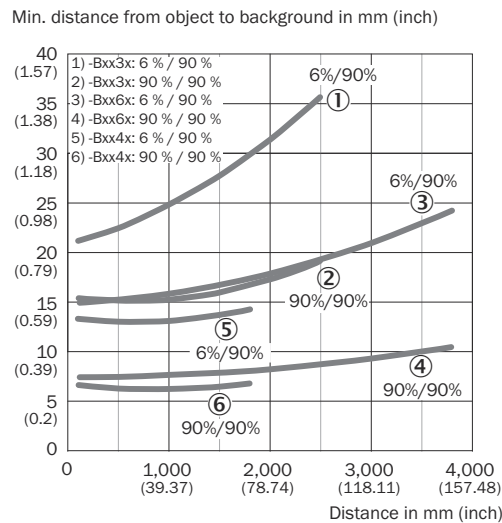

Abbildung 5: Kennlinie 1
Einsatzbedingungen prüfen: Schaltabstand und Distanz zum Objekt bzw. Hintergrund sowie Remissionsvermögen des Objektes mit dem zugehörigen Diagramm [Abbildung 5] abgleichen (x = Schaltabstand, y = Mindestabstand zwischen Objekt und Hintergrund in mm (Remission Objekt / Remission Hintergrund) (Remission: 6 % = schwarz, 90 % = weiß (bezogen auf Standardweiß nach DIN 5033)).
Die minimale Distanz (= y) für die Hintergrundausbblendung kann aus dem Diagramm [vgl. Abbildung 5 ①] wie folgt abgelesen werden: